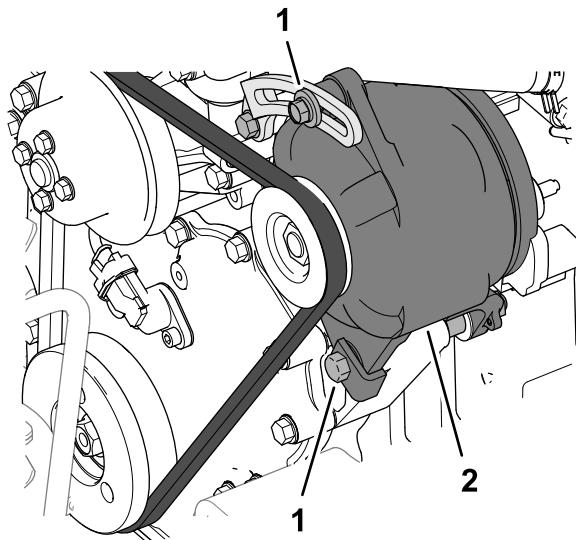

Bild 161
Prüfen Sie den Zustand und die Spannung der Treibriemen (Bild 161) alle 100 Betriebsstunden.
5. Wenn die Auslenkung des Riemens mehr oder weniger als 10 mm beträgt, lösen Sie die Befestigungsschrauben der Lichtmaschine (Bild 161).